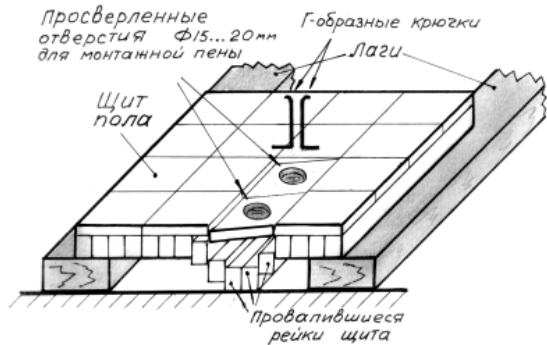

Рис. 1
В свое время, при массовом строительстве домов, деревянный пол в квартирах, делали из щитов размером 80x80 см, а клеили их из реек, так обходилось дешевле. Однако через 1-2 года такие щиты от постоянного хождения по ним распадались, а рейки проваливались. На **рис. 1** в упрощенном виде показан такой щит. Замена их - дело хлопотное, требует много затрат труда и денег. К тому же после замены щит опять может провалиться. Поэтому я предлагаю способ восстановления такого щита без его разборки, т.е. без изъятия из пола.
2. Вставляя в эти отверстия Г-образные крючки (**рис. 1**), подтянуть ими провалившиеся рейки вверх, на прежнее место, и закрепить их.